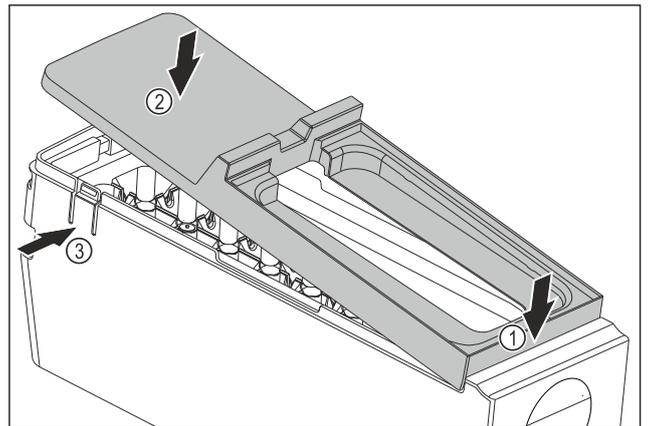

Fig. 113
- ▶ 安装 EasyTwist-Ice 机身的盖板：放置盖板前部。 Fig. 113 (1)
- ▶ 降下盖板后部。 Fig. 113 (2)
- ▶ 盖板卡入到两个接片 Fig. 113 (3)中，可以听见声音。